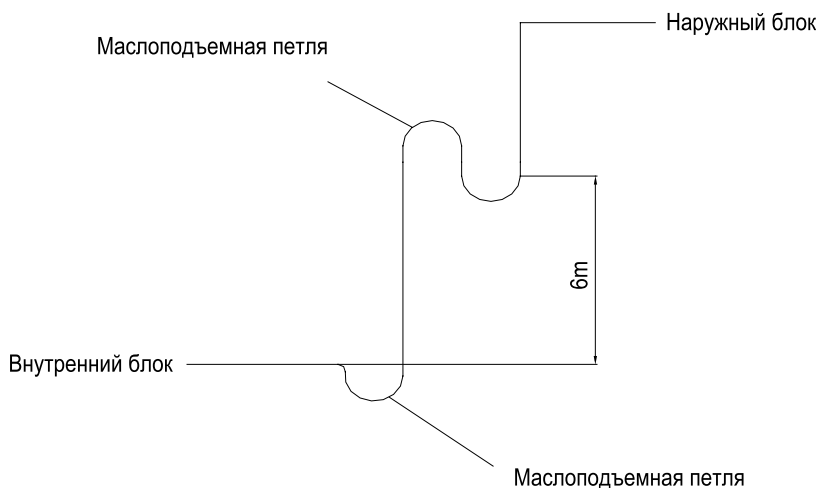

Рисунок 8.14 – Схема установки маслоподъемных петель
- Если наружный блок установлен выше внутреннего, то при перепаде высот между блоками более 7м, необходимо через каждые 6м устанавливать маслоподъемные петли (см. рисунок 8.14).